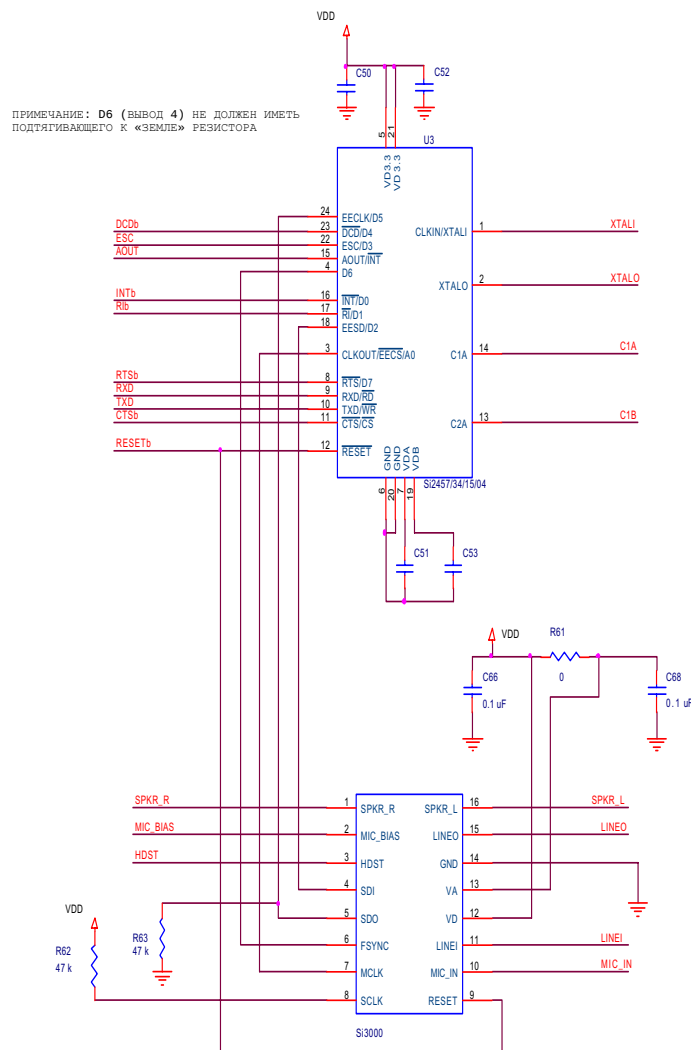

Рисунок 22. Схема соединения Si2457 и Si3000
На рис.22 приведена реальная схема соединения Si2493/57/34/15/04 и Si3000.
1. Собрать схему, приведенную на рис.22. Следует иметь ввиду, что отладочная плата Si3000 требует внешнего источника питания с напряжением 12В, а питающее напряжение 5В получает от Si24xx-EVB. Si24xx-EVB следует подключить к адаптеру источника питания или запитать от интерфейса USB.